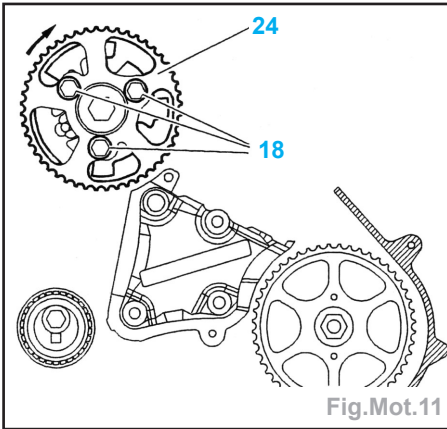

Fig.Mot.11
- que les galets (23), (20) et la pompe à eau (21) tournent librement (sans jeu et absence de point dur),
- Resserer les vis (18) à la main (Fig.Mot.11).
- Tourner le pignon (24) dans le sens horaire, pour le placer à fond de boutonnière.